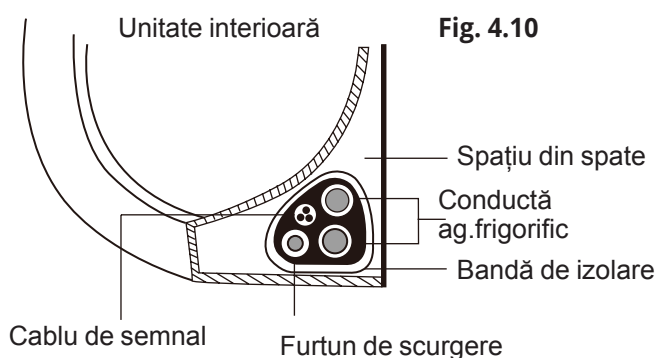

Fig. 4.10
3. Utilizând bandă izolatoare, înfășurați strâns cablul de semnal, conductele de agent frigorific și furtunul de scurgere. Verificați de două ori ca toate acestea să fie strânse conform cu Fig. 4.10.